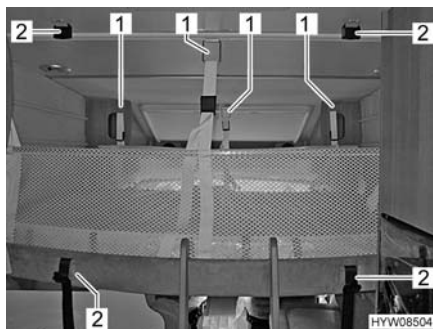

Fig. 70 Rete protettiva (letto basculante)
- Allentare le cinture di ritegno (Fig. 70,2).
- Staccare le cinture di ritegno (Fig. 70,1) e sistemare la rete protettiva sotto il materasso.
- Assicurare il letto basculante al soffitto mediante cinture di ritegno (Fig. 70,2).
- Agganciare le cinture di ritegno (Fig. 70,1) ai ganci del soffitto.